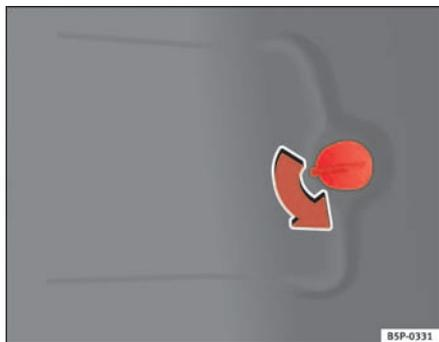

Fig. 187 Luces en la carrocería
- Abra la tapa del panel lateral del maletero ⇒ fig. 187.